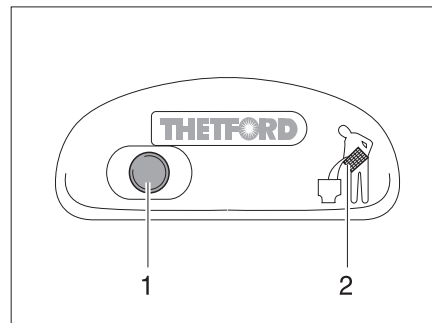

Fig. 157 Bouton pour la chasse d'eau/voyant de contrôle des toilettes Thetford
- Pour actionner la chasse d'eau, appuyer sur le bouton bleu (Fig. 157,1).
Le voyant de contrôle (Fig. 157,2) s'allume lorsque la cassette Thetford doit être vidée.